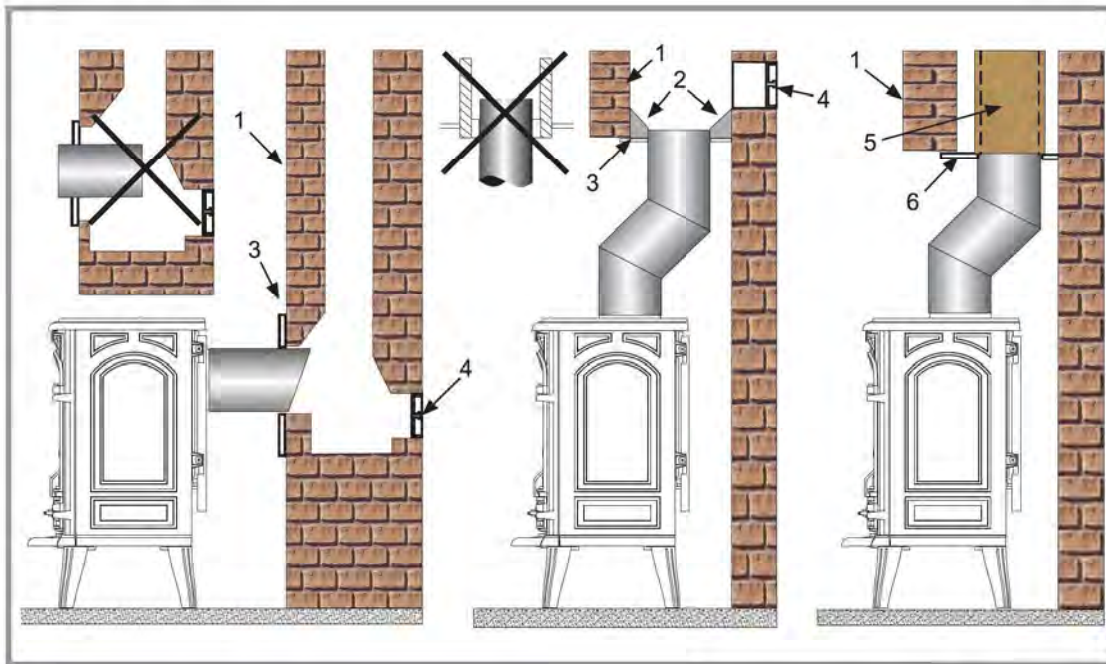

Figuur 4 - Rookafvoer aan de achterkan
2.4.2. Rookafvoer aan de achterkan (figuur 4)